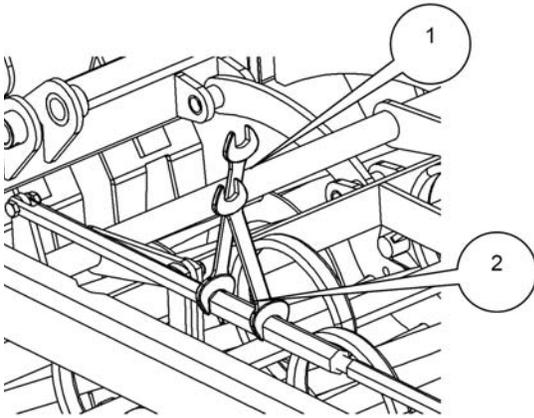

Abb. 18 Regelung des Zahnsegments
- Mit Schraubenschlüssel (1) und Schlüssel (2) die Gegenmutter lösen (Abb. 18).